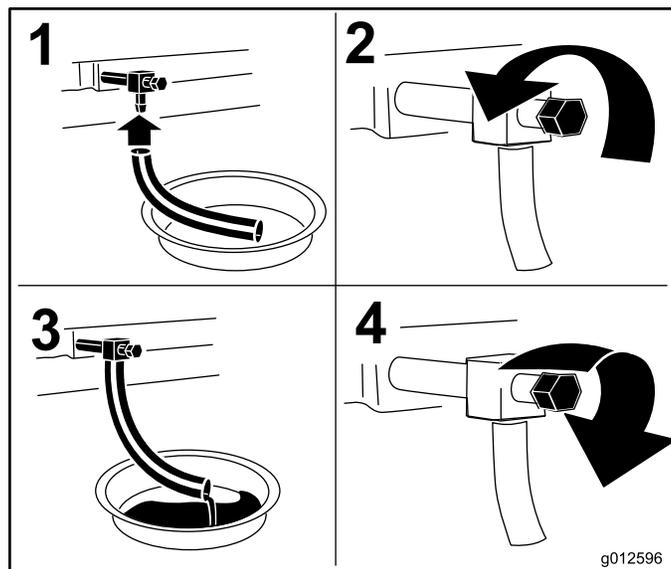

図 44
3. エンジンを停止させ、キーを抜き取り、各部が完全に停止したのを確認してから運転位置を離れる 図 44。
4. エンジンオイルを交換する 図 44。